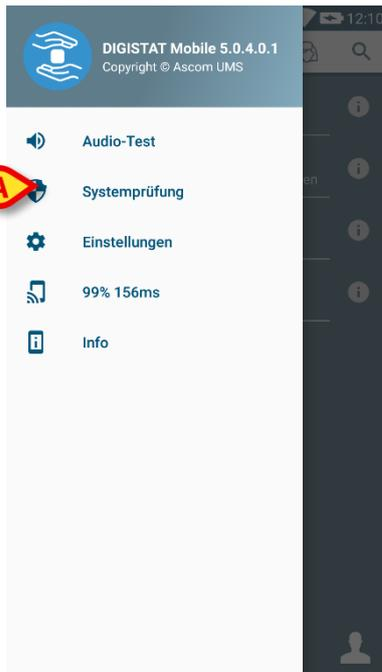

Abb. 29
Das folgende Menü wird angezeigt (Abb. 29).
- Berühren Sie die Option **System prüfen** (Abb. 29 **A**).